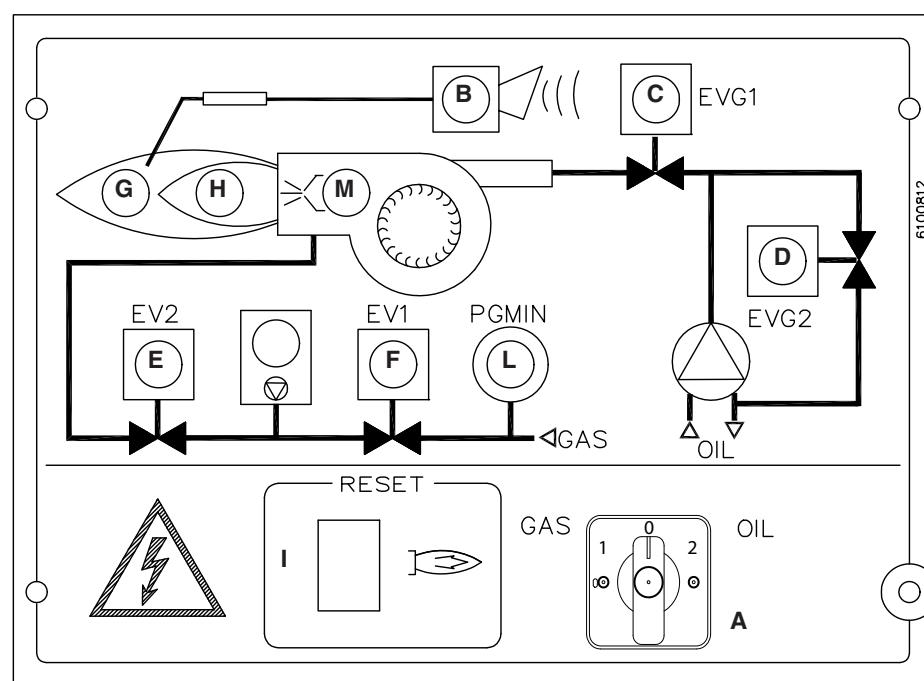

Рис. 27 Лицевая панель электроощита
- После настройки горелки для работы на газе отключить горелку и выбрать работу на жидком топливе (OIL) с помощью селекторного переключателя **СМ** (имеющегося на контрольной панели горелки - Рис. 27).